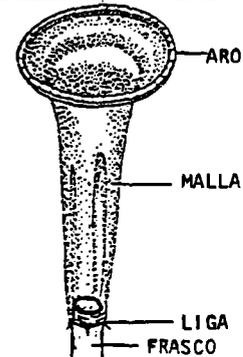

FIG.1
- b. Cortar la punta de la media y en esta zona abierta, colocar el frasco de plástico y fijarlo con una liga gruesa (Fig.1)